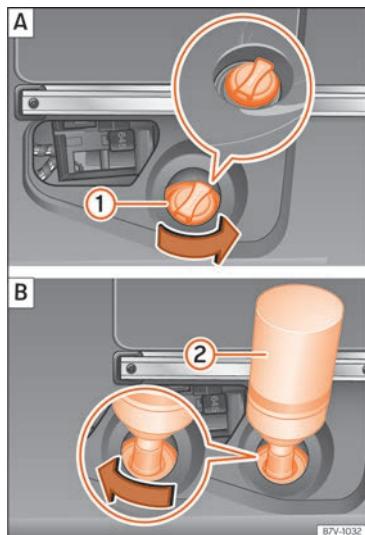

Fig. 289 Serbatoio di AdBlue con chiusura del bocchettone e bottiglia per il rifornimento.
- Svitare il tappo del bocchettone del serbatoio »» fig. 289 ① ruotandolo in senso antiorario.
- Avvitare il tappo del bocchettone del serbatoio »» fig. 289 ① ruotandolo in senso orario finché si blocca.